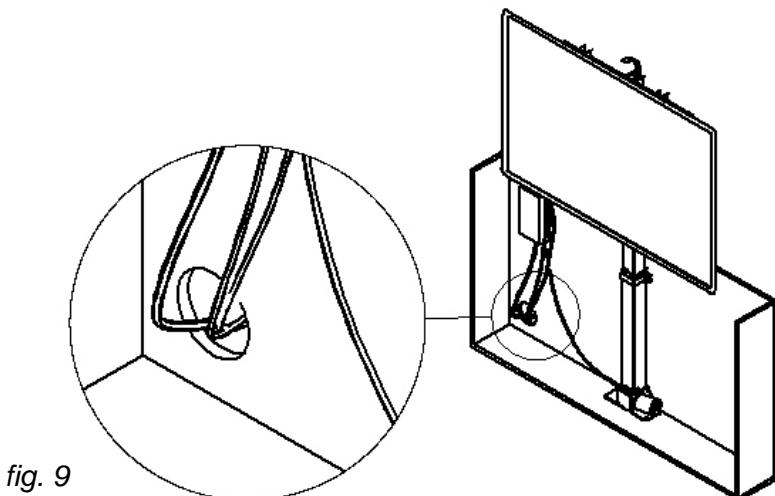

fig. 9
**NOTA:** Recuerde conectar todos los cables cuando el elevador esté en la posición elevada (fig. 9) – de esta manera se asegurará de que los cables tengan la longitud suficiente.